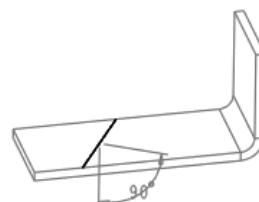

图 11.3.5 将折弯反向
Step11. 在 **DEF BEND ANGLE** 菜单中选取折弯角度值为 90.0，再选中该菜单中的 **Flip (反向)** 复选框，将折弯的创建方向反向（图 11.3.5），然后选择 **Done (完成)** 命令。